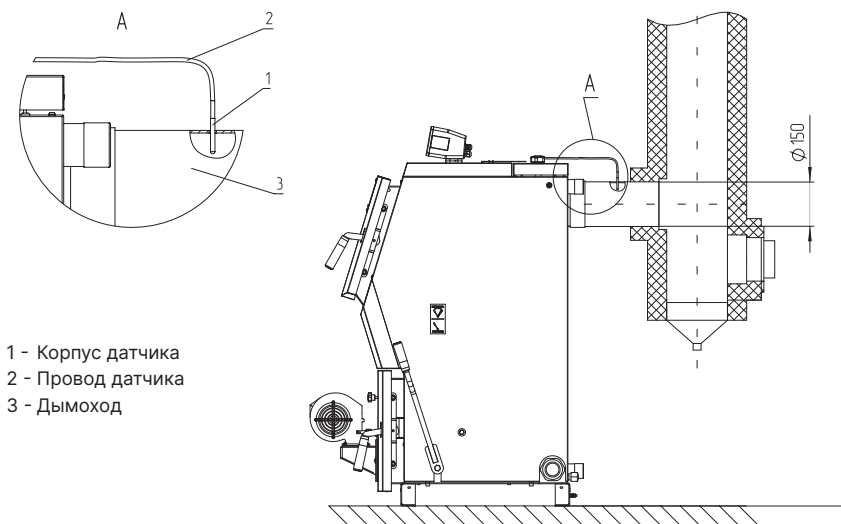

Рис.13 Установка датчика температуры дымовых газов
- Просверлите два отверстия $D = 3$ мм на патрубке дымохода (**Рис.13, поз.3**) для саморезов и одно отверстие $D = 8$ мм под гильзу датчика температуры дымовых газов, используя пластину датчика Pt1000 как шаблон как показано на **Рис.13**.